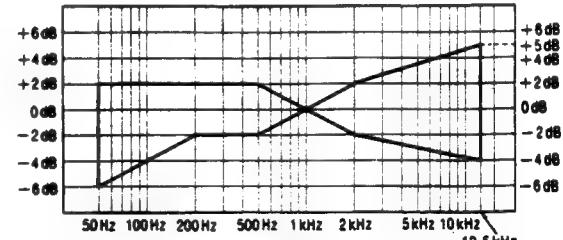

Abb. 9
- Anschließend das auf der CrO₂-Leerband-Cassette (QZZCRX) und der Reineisenband-Leercassette (QZZCRZ) aufgezeichnete Signal auf 12,5kHz erhöhen und auf gleiche Weise justieren, wie vorgehend beschrieben. Dann überprüfen, ob der Frequenzpegel innerhalb des in Abb. 9 gezeigten Bereichs liegt.